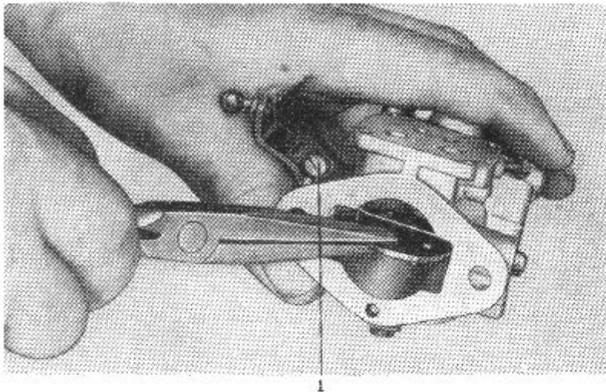

Bild M 126. Drosselklappe herausnehmen
2. Drosselklappe mit Zange herausnehmen (Bild M 126).